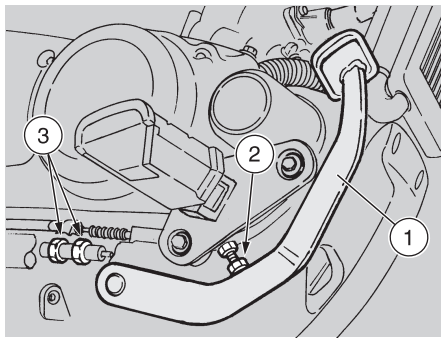

Fig. 14
- ◆ Régler le levier du frein (1-Fig. 14) à la hauteur souhaitée (en position de repos), à l'aide du réglage de l'interrupteur de fin-course (2-Fig. 14).
- ◆ Vérifier le fonctionnement correct de la lumière d'arrêt. Si elle nécessite un réglage, régler la position de l'interrupteur d'arrêt en agissant sur les écrous appropriés (3-Fig. 14).